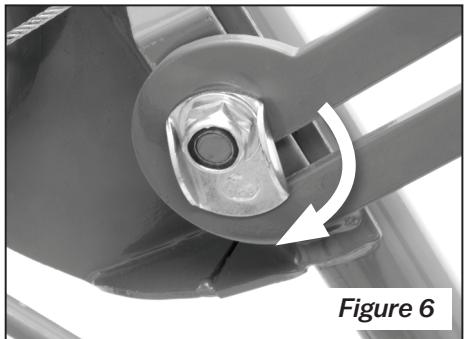

Figure 6
5. Repousser légèrement l'ensemble treuil vers le mât (figure 6). Cela enclenche automatiquement le dispositif de verrouillage de la barre coulissante pour maintenir le treuil complètement étendu.